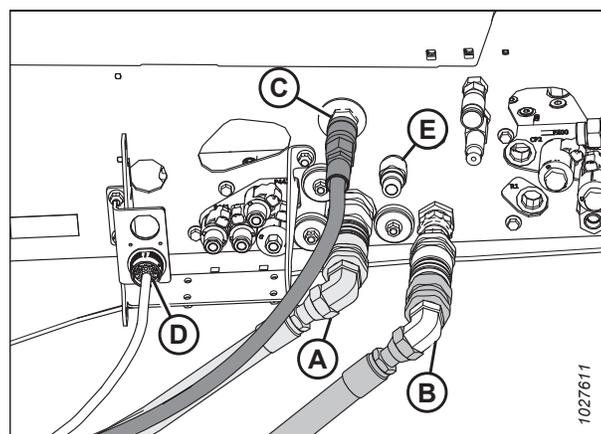

Рисунок 3.58: Гидравлические и электрические соединения M1240 – конфигурация для подключения дисков
Муфта 1/2 дюйма с плоской поверхностью для слива из корпуса (E) на рис. 3.58, страница 53 НЕ подходит для R113/R116 SP.